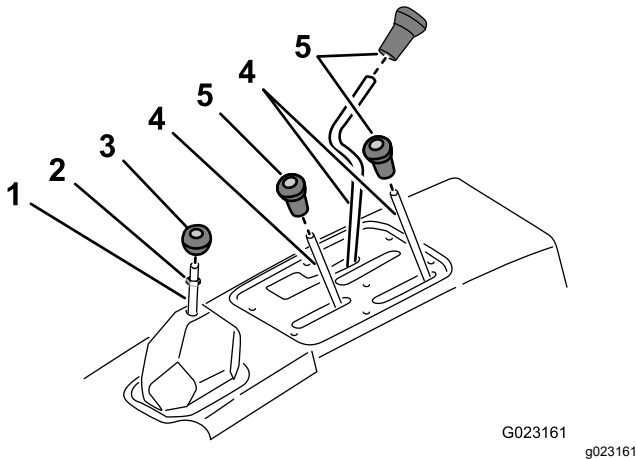

Bild 2
1. Schrauben Sie alle Handräder von den Hebeln des Bedienfelds und vom Ganghebel ab (Bild 2).
2. Nehmen Sie die Klemmmutter vom Ganghebel ab (Bild 2).